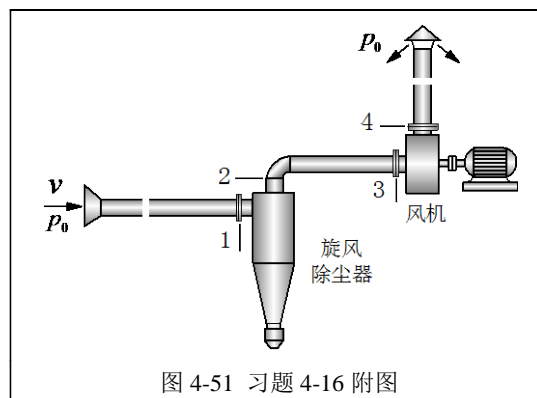

图 4-51 习题 4-16 附图
4-16 某抽风除尘系统，如图 4-51 所示，其风机输入轴功率 $N=12\text{kW}$ ，管道直径 $d=500\text{mm}$ ，气体密度 $\rho=1.2\text{kg/m}^3$ ，实验测得管路相关截面上的压力数据如表所示。设气体不可压缩，各截面之间的位差可忽略不计，试求：(1) 除尘器的压力损失 Δp_{1-2} 和阻力损失 $h_{f,1-2}$ ；(2) 管路的平均风速 v_m ；(3) 风机有效轴功率 N_e ；(4) 除尘系统的总阻力损失 $h_{f,\text{in-out}}$ 和风机内的阻力损失 $h_{f,3-4}$ （认为风机内的能量损失全为阻力损失）。